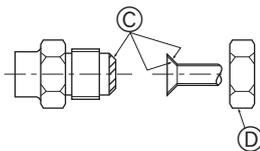

Fig. 5-6
- ① Подсоедините распределительную гребёнку прибора (включая манометр) к сервисному порту около газового стопорного клапана внешнего прибора с таким расчётом, чтобы можно было измерить давление хладагента.
- ② Включите электропитание (автоматический выключатель).
- ③ Закройте стопорный клапан жидкости и выполните тестовый прогон режима охлаждения (переключатели SW4-1: ВКЛ и SW4-2: ВЫКЛ).
- ④ Когда давление упадет до 0,05 - 0,00 МПа* (примерно 0,5 - 0,0 кгс/см²), полностью закройте газовый стопорный клапан.
- ⑤ Выключите режим кондиционирования воздуха (SW4-1: ВЫКЛ и SW4-2: ВЫКЛ).
- ⑥ Выключите электропитание (автоматический выключатель).
5.5. Соединение труб (Fig. 5-6)
- Нанесите тонкий слой масла хладагента на контактную поверхность труб и соединений перед тем, как затягивать гайку с фланцем. ④
- Для затягивания трубных соединений используйте два гаечных ключа. ⑤
- Нанесите машинное масло охлаждения на всю поверхность области присоединения муфты. ⑥
- Использование гайки раструбного стыка. ⑦
Ⓐ (Fig. 5-6)
Ⓑ (Fig. 5-6)